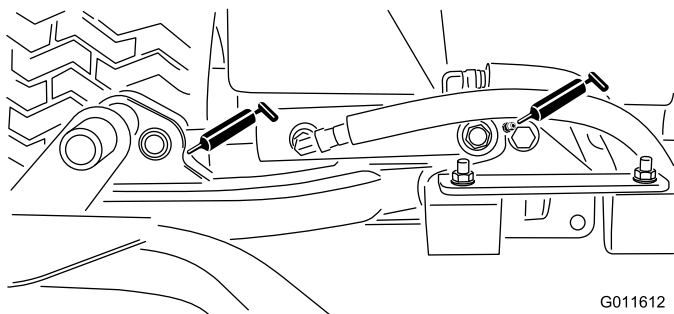

Рисунок 28
- Цилиндры подъемного рычага режущего блока (по 2 шт.) (Рисунок 28)
- Оси поворота подъемного рычага (по 1 шт.) (Рисунок 28)